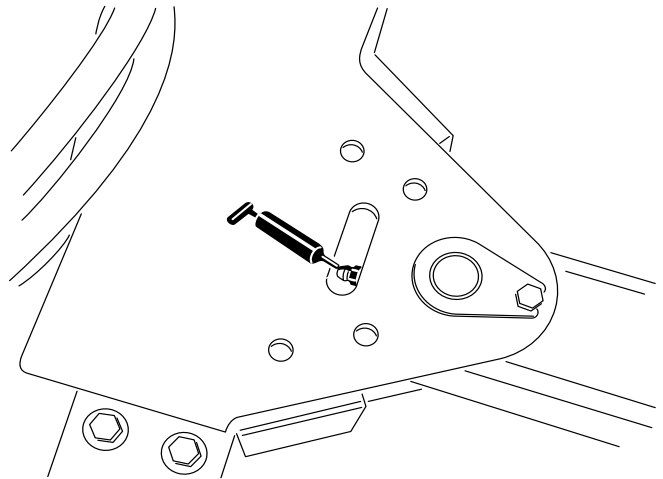

Figura 37
- Pivô da lança de reboque (1) (Figura 37)